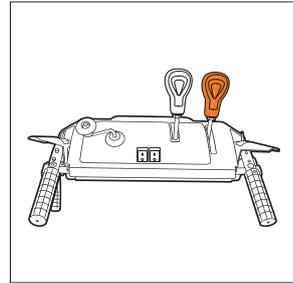

Рис. 29
- Установите рычаг скорости на панели управления в нижнее положение (Рис. 29).